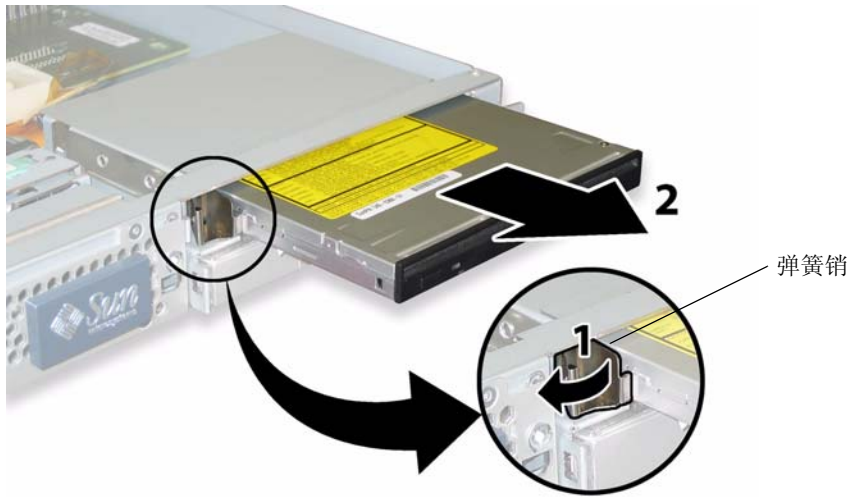

图 3-15 拆卸 DVD-ROM 光盘驱动器
8. 将 DVD-ROM 光盘驱动器前面的弹簧销拉到左侧并按住它。用您的另一只手从后面触及驱动器，并将其从机箱前面推出。请参见图 3-15。